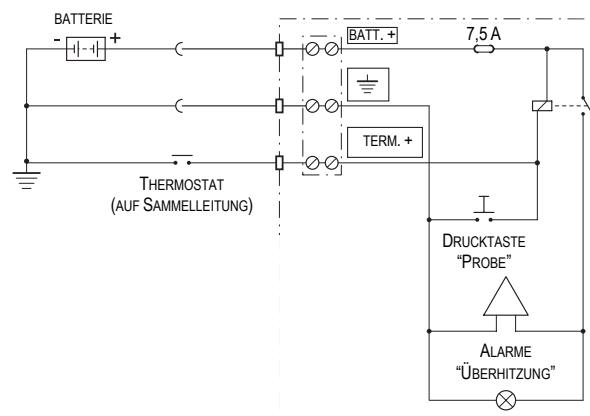

Abb. 4.4
- Wobei die elektrischen Merkmale des Thermostats zu berücksichtigen sind. (Abb. 4.4).
- Wird das als Zubehör gelieferte Gehäuse nicht verwendet, ist ein wie in Abb. 4.4 dargestellter Stromkreis zu erstellen.